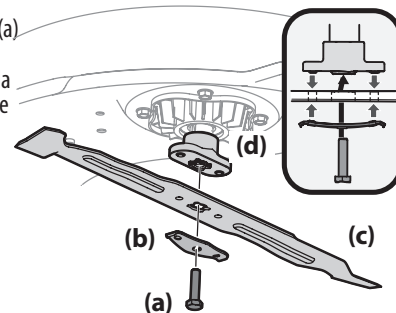

Figura 25
- Quite el tornillo hexagonal (a) y el soporte de campana de la cuchilla (b) que sostiene la cuchilla (c) y el adaptador de cuchilla (d) al motor de la plataforma. Consulte la Figura 25.
- Quite la cuchilla (c) y el adaptador (d) del husillo del motor de la plataforma. Consulte la Figura 25.